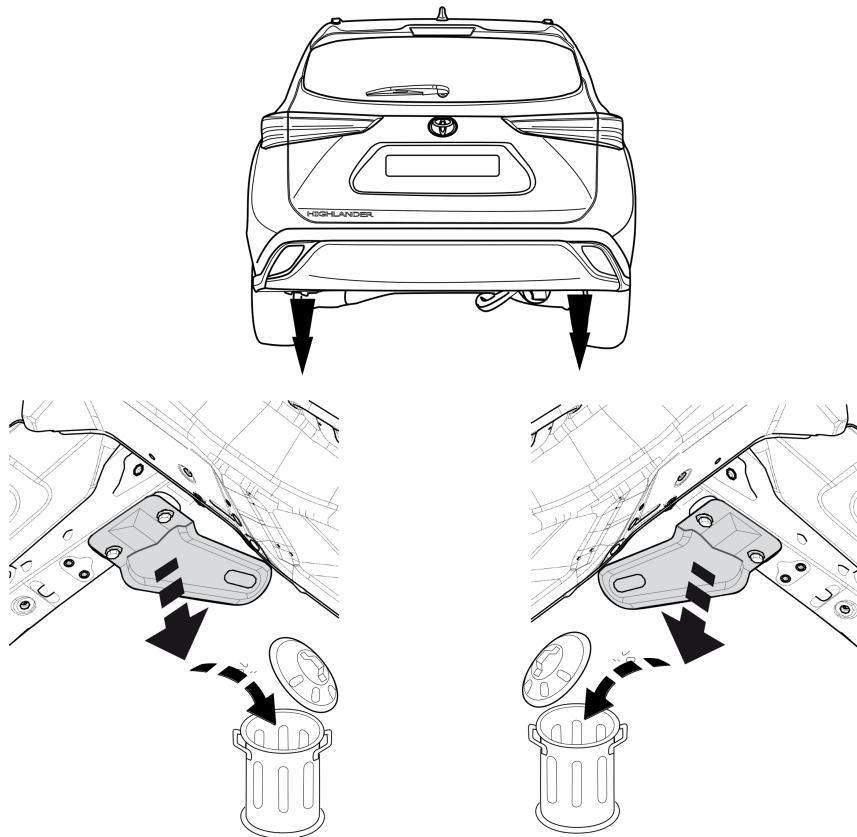

Fig. 2
- Снять буксировочное ухо. См. рисунок 2.